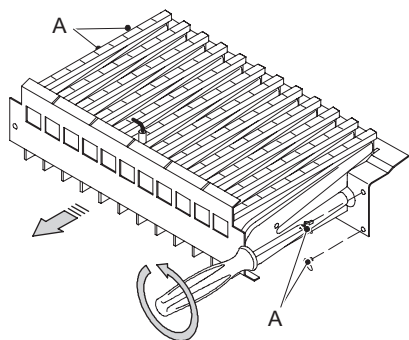

图 8.1
- 拆除燃烧室和燃烧器的前面板 (图 8.1)。
- 重新装配燃烧器 (图 8.1)、燃烧室前面板以及密封室移动板。